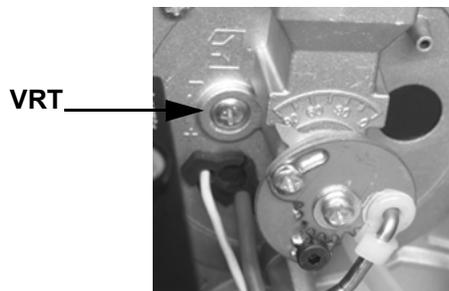
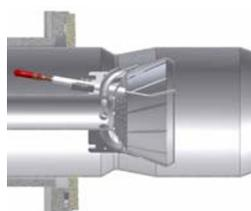
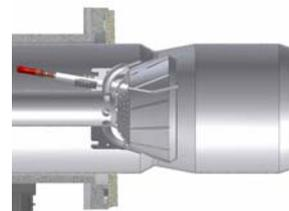

Рис. 5
Рис. 6
Рис. 7
На заводе-изготовителе голова сгорания горелки настраивается на положение максимальной мощности "MAX". Настройка на максимальную мощность соответствует положению головы "выдвинута полностью вперед" - для стандартного типа горелок (Рис. 6) и положению "полностью назад" - для горелок с низкими выбросами NOx (Рис. 7). Установка головы в положении "полностью вперед" - подразумевает под собой ее выдвижение внутрь камеры сгорания котла, в то время положение "полностью назад" означает - в сторону оператора. Что касается работы на сниженной мощности, необходимо последовательно сдвигать голову сгорания по направлению положения "МИН", вращая винт **VRT** (Рис. 5) по часовой стрелке.
- 7 вывести горелку в режим **малого пламени**. Чтобы изменить расход газа - расслабить винт **V1** (Рис. 7) и отрегулировать угол раскрытия дроссельного клапана, при вращении пластинки **C** (по часовой стрелке - уменьшается расход газа,, против часовой стрелки - увеличивается). Индикатор **S** указывает угол раскрытия